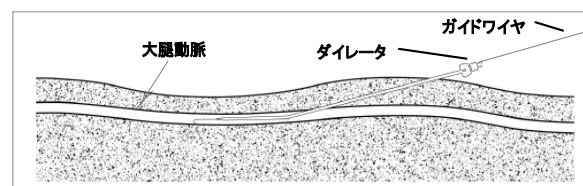
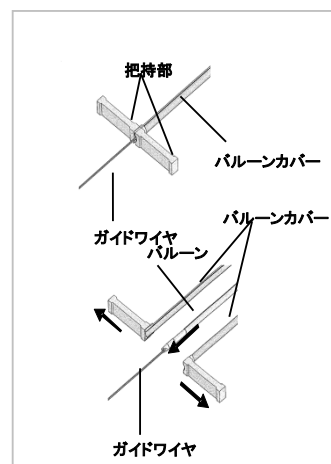

図 2. ダイレーション
図 3. バルーンカバー
(7) 出血を手指で抑えながら、バルーン用ガイドワイヤ 0.64mm(0.025inch) × 1500mm を穿刺針のカニユーラに挿入する。	(7) 出血を手指で抑えながら、シース用ガイドワイヤ 0.88mm(0.035inch) × 800mm を穿刺針のカニユーラに挿入する。
(8) ガイドワイヤが胸部大動脈内まで入ったところで、カニユーラを抜去する。	(8) ガイドワイヤが血管内に十分な長さまで入ったところで、カニユーラを抜去する。
(9) ガイドワイヤ末端より拡張用ダイレータを挿入し、体表から血管までの組織をダイレーションする。(図 2 参照)	(9) ガイドワイヤ手元側端部よりシース用ダイレータをセットしたシースを挿入し、体表に 2cm 程度残るまで血管内に進める。
(10) ガイドワイヤを残したまま、拡張用ダイレータを抜去する。手指で皮膚を圧迫し、出血を抑える。	(10) シースのみを残し、ガイドワイヤとシース用ダイレータを抜去する。
(11) クランプ等を用いて切開部の皮膚を拡張する。	(11) バルーン用ガイドワイヤ 0.64mm (0.025inch) × 1500mm をシースに通す。
(12) IAB カテーテルのセントラルーメン先端にガイドワイヤを挿入し、体内に挿入する。(図 3 参照)	(12) ガイドワイヤを胸部大動脈内まで進める。IAB カテーテルのセントラルーメン先端にガイドワイヤを挿入する。
(13) IAB カテーテル体内挿入直前に、バルーンカバーの先端把持部を持ってゆっくりと裂く。(図 3 参照)	(13) IAB カテーテル体内挿入直前に、バルーンカバーの先端把持部を持ってゆっくりと裂き IAB カテーテルをシースに挿入する。(図 3 参照)
(14) IAB カテーテルの挿入部に近いところをやさしくつかみながら、ガイドワイヤ	(14) バルーン部がシースを通過したら、分岐部のルーロックからガイドワイヤが